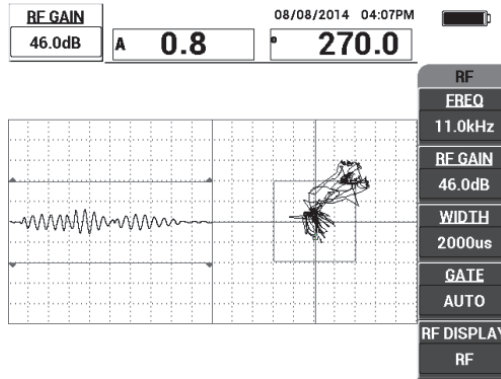

Figura 6-3 Regolazione del guadagno per ottenere un segnale contenuto
2. Posizionare l'estremità della sonda su un'area priva di difetti della componente da ispezionare, regolare il guadagno mediante il tasto **GAIN (dB)** ed in seguito assicurarsi che il segnale nella vista RF (a sinistra) sia contenuto tra la divisione verticale 1 e 2 (vedere Figura 6-3 a pagina 139).